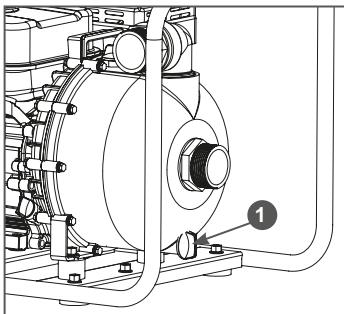

Рис. 14 Расположение пробки отверстия для слива жидкости из корпуса насоса
- Открутите сливную пробку и слейте жидкость из корпуса насоса в отдельную емкость. Пробка 1 отверстия для слива воды из корпуса насоса находится в нижней части насоса под выпускным (всасывающим) фланцем (Рис. 14).